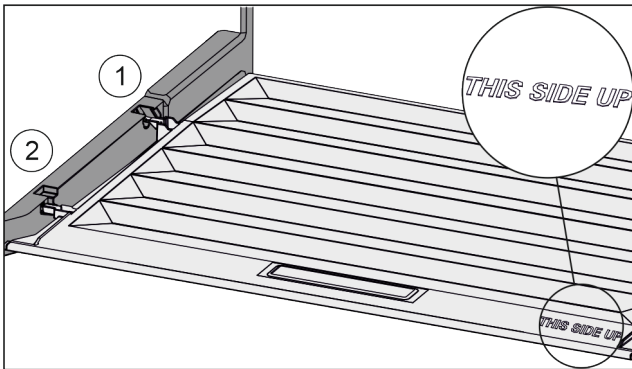

Fig. 116
- Kapak çıkıntıları arka tutucunun Fig. 116 (1) açıklığı üzerinden içeri sokun ve öndeki tutucuya Fig. 116 (2) oturtun.